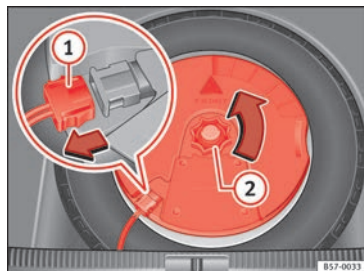

Fig. 247 Dans le coffre à bagages : démonter le subwoofer.
- Déconnectez le câble du haut-parleur *subwoofer* » » fig. 247 ①.
- Dévissez la molette de fixation en la tournant dans le sens inverse des aiguilles d'une montre » » fig. 247 ②.